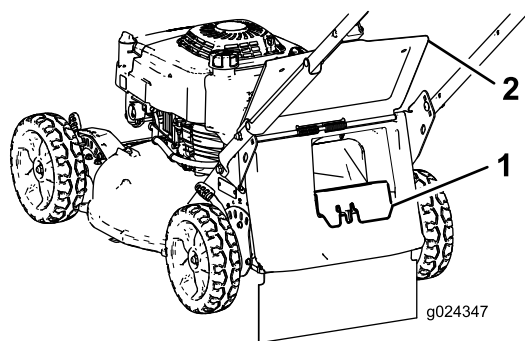

Figura 17
- Se il coperchio dello scarico posteriore non è installato, afferratelo dalla maniglia, sollevate il deflettore posteriore e inseritelo nel condotto di scarico posteriore fino a bloccare il fermo in posizione (Figura 17).
3. Rimuovete il coperchio di scarico posteriore premendo il fermo con il pollice ed estraendo il coperchio dalla macchina (Figura 17).